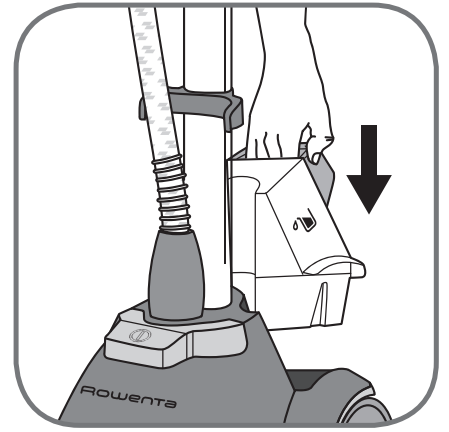

fig. 12
- Remettez le réservoir d'eau en place sur la base de l'appareil (fig. 12).